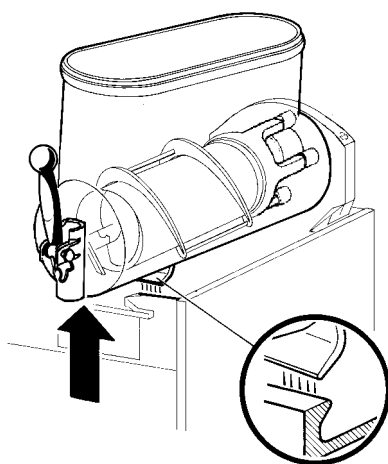
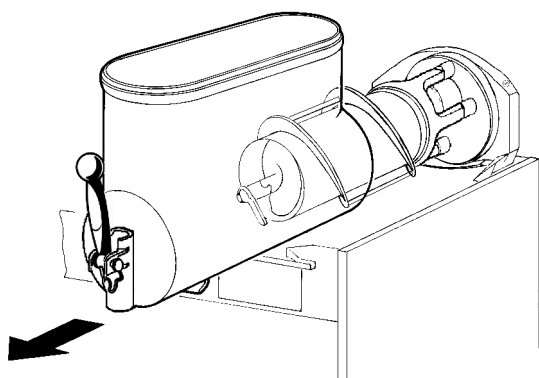

Bild 8
Bild 9
- 2 Den Behälter abmontieren. Dazu den unteren Teil (auf der Seite des Hahns) leicht nach oben drücken, um die unteren Befestigungshaken zu lösen (Bild 8) und den Behälter anschließend von vorne herausziehen (Bild 9).